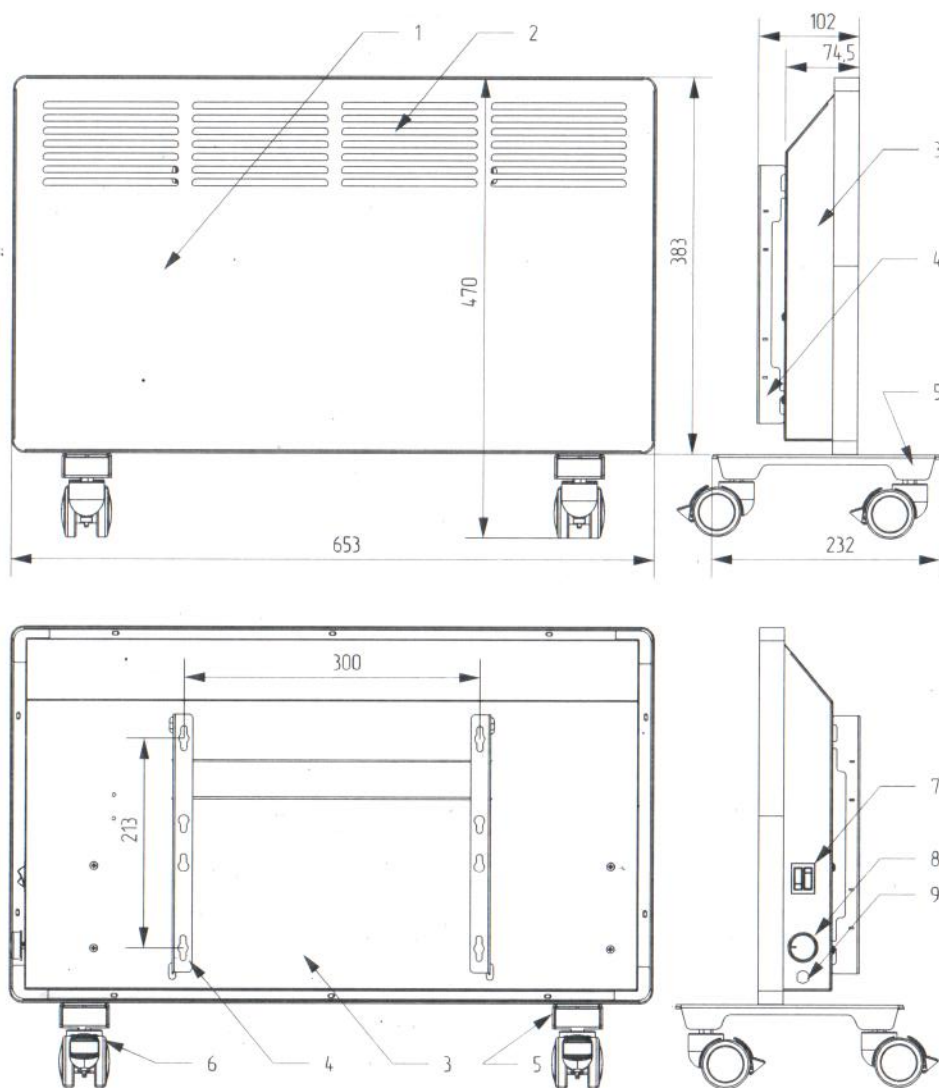

Рисунок 1. Габаритный чертёж и элементы конструкции электроконвектора.
- 5.1. Конвектор (см. рис. 1) представляет собой металлический корпус, состоящий из передней панели 1 и задней панели 3, внутри которого на шасси расположен металло-керамический электронагревательный элемент (на чертеже не показан). На корпус могут быть установлены стеновой кронштейн 4 или колёсные опоры 5, имеющие по 2 поворотных колеса 6. На боковой поверхности корпуса расположены рокерные переключатели (клавишные выключатели) с подсветкой 7 и ручка термостата 8.
6.4. На стене с помощью уровня и рулетки (линейки) следует разметить отверстия. Межцентровое расстояние посадочных отверстий указаны на чертеже (см. рис.1).